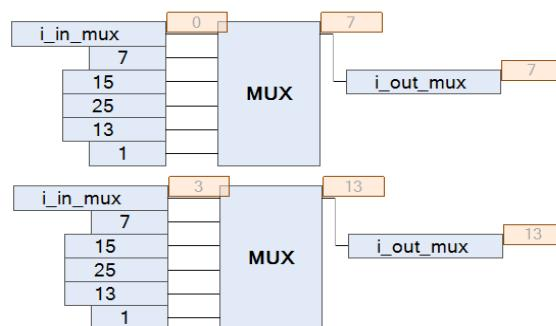

Рисунок 2.30 – Оператор «Мультиплексор»
**Мультиплексор.** Мультиплексор – это устройство с ячейками памяти, в которых хранится информация, в зависимости от выбора ячейки может передаваться на исполнительное устройство. В своей первоначальной структуре мультиплексор имеет 4 входа (один управляющий, три – хранящие данные) и один выход (рисунок 2.30). Верхний вход является управляющим входом, имеющим тип данных INT, который в свою очередь указывает на регистр (ячейку памяти), в которой хранится информация (порядок регистров начинается с «0»). Последующие входы являются ячейками памяти (регистрами), в которых хранится необходимая информация. Типы данных входных элементов (регистров) и выходного элемента должны совпадать.